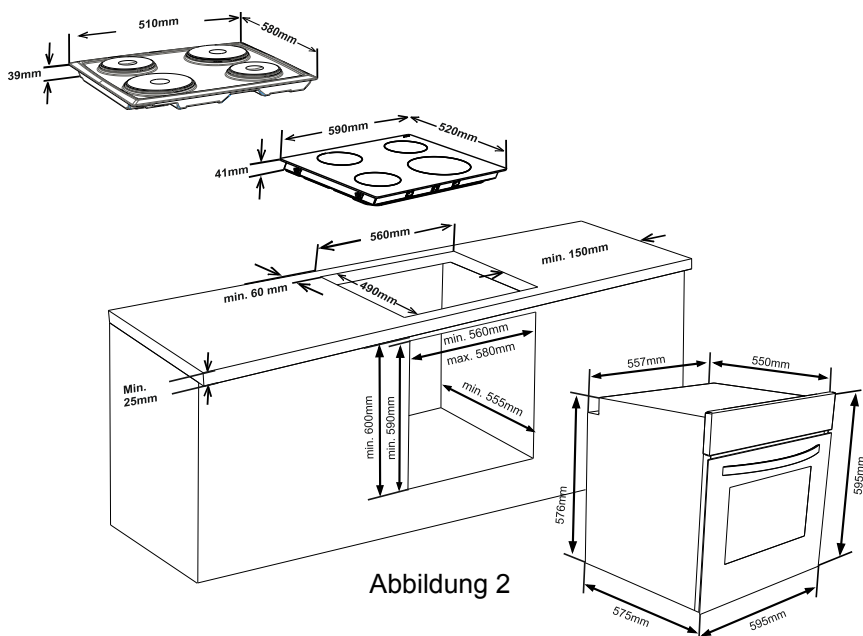

Abbildung 2
1. Setzen Sie das Kochfeld in die Arbeitsplattenaussparung ein. Die Größe der Aussparung entnehmen Sie bitte Abbildung 2. Details finden Sie unter Glaskeramisches Kochfeld fixieren.
4. Setzen Sie den Ofen in die Einbauöffnung. Je nach Größe der Einbauöffnung kann das Gerät wie in Abbildung 2 gezeigt platziert werden. Details finden Sie unter Ofen fixieren.
- Das Erdungskabel muss über die Schraube mit dem Erdungsanschluss (J) verbunden werden. Das Netzkabel muss wie in Abbildung 2 gezeigt angeschlossen werden. Falls kein geerdeter, den lokalen Normen entsprechender Stromanschluss zur Verfügung stehen sollte, wenden Sie sich unverzüglich an den autorisierten Kundendienst.
:Die Verkabelung des Gerätes muss durch den autorisierten Kundendienst ausgeführt werden. Das Gerät ist für eine Versorgungsspannung von 220 bis 240 V Wechselspannung sowie 380 bis 415 V Dreiphasen-Drehstrom vorgesehen. Falls Ihre Netzspannung von diesen Werten abweichen sollte, wenden Sie sich unverzüglich an den autorisierten Kundendienst. Das Gerät muss wie in Abbildung 2 gezeigt angeschlossen werden. Das Gerät ist für eine Festverbindung mit der Stromversorgung vorgesehen. Eine Trenneinrichtung des Versorgungskreises über sämtliche Pole mit einem minimalen Kontaktabstand von 3 mm (auf 40 A ausgelegt, verzögerter Einsatz) muss installiert werden.